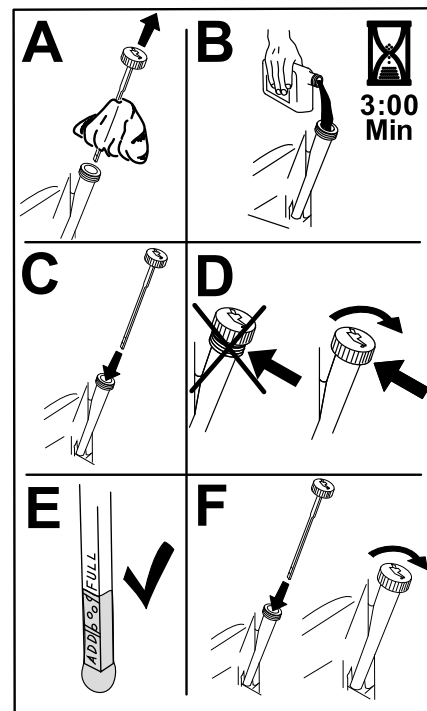

図 45
6. 所定量の 80% 程度のオイルをゆっくり入れ、そこから、残りの量を注意深く足してFULLマークまで入れる **図 45**。